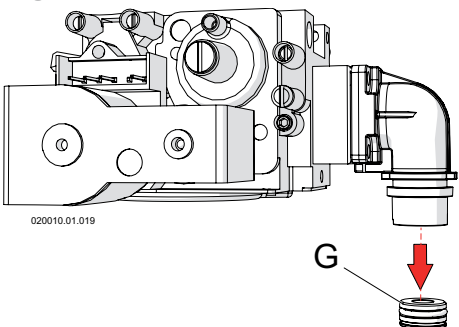

Figura 15.4 - Sostituzione ugello gas
- 9 - Sostituire l'ugello "G" di figura 15.4 con quello presente nel kit verificando la corrispondenza diametro in tabella 15.7;